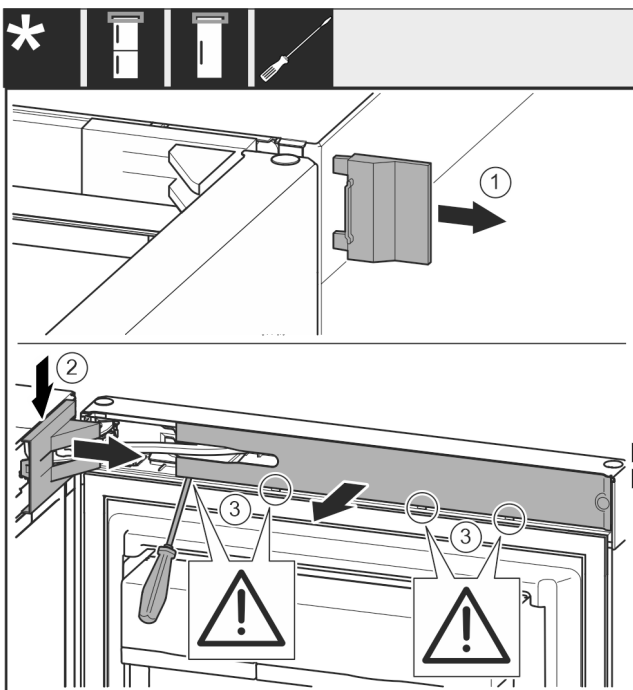

Fig. 8
- ▶ 取下外盖。Fig. 8 (1)
- ▶ 拆卸并松开托架盖。取下托架盖。Fig. 8 (2)
- ▶ 使用带槽螺丝刀松开隔板并把它转到一边。Fig. 8 (3)